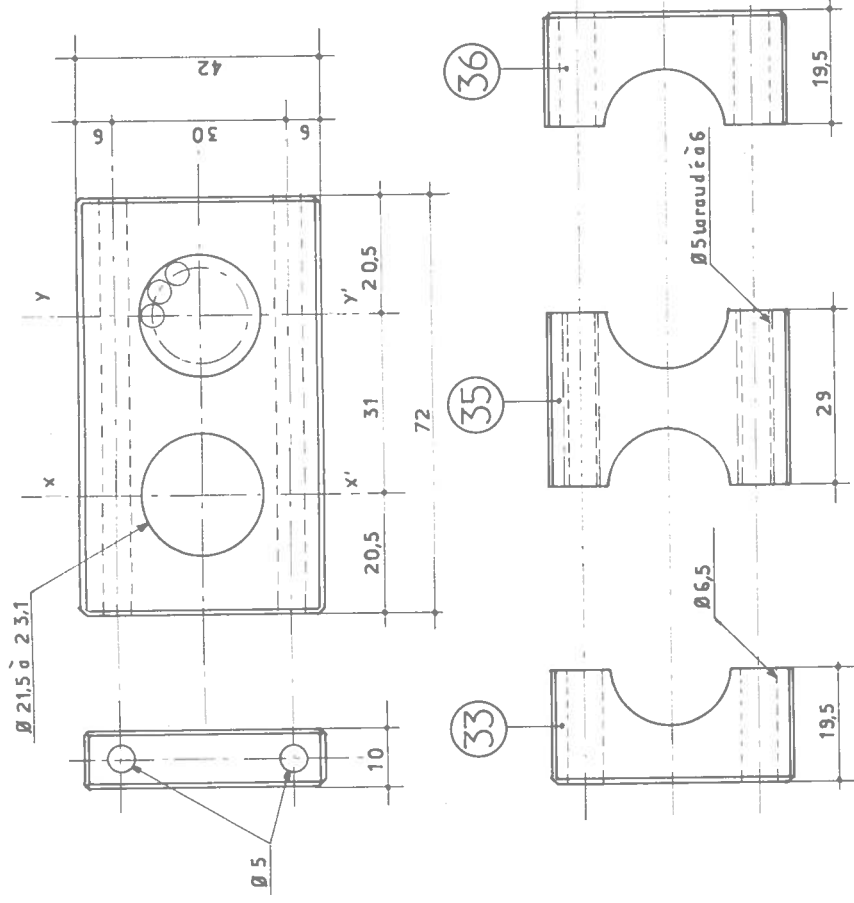

FIG.126 Etriers 33, 35 et 36
Usinage des étriers 33, 35 et 36 (fig. 126) (voir photo 42)
- 1° Ces pièces seront tracées et découpées suivant le plan de la figure 126, dans la plaque d'AG4 de 10 mm.